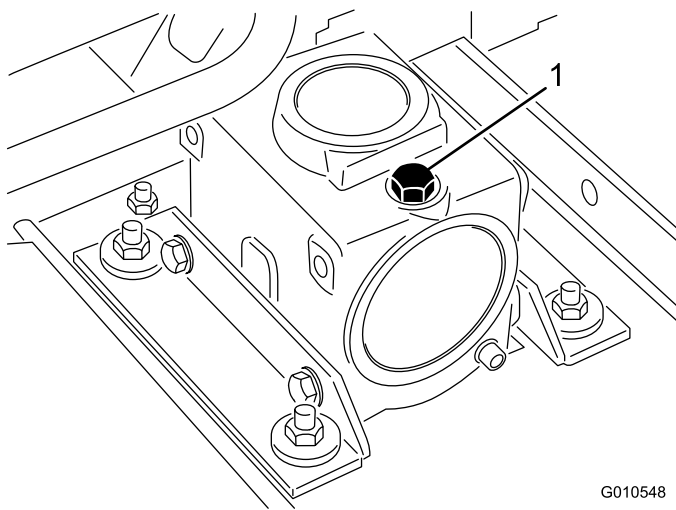

図 13
2. ギアボックスの上部についているディップスティック兼給油プラグ(図 13)を取り、オイルの量が、ディップスティックについている2本のマークの間にあることを確認する。油量が少なければ2本のマークの中間まで補給する。